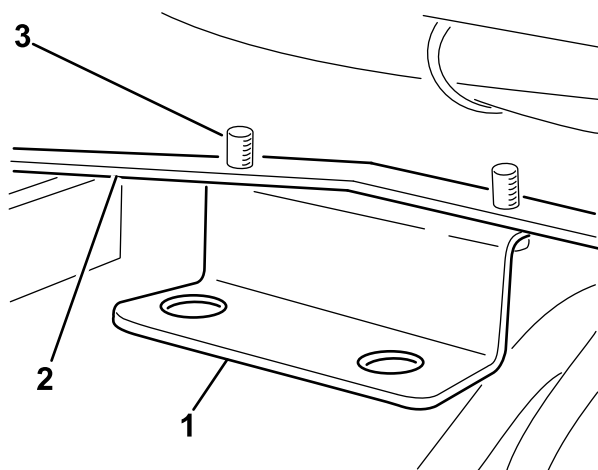

Figura 14
2. Utilize os dois parafusos autorroscantes (5/16 x 1/2 pol.) para prender o suporte do tubo à montagem da estrutura (Figura 14).